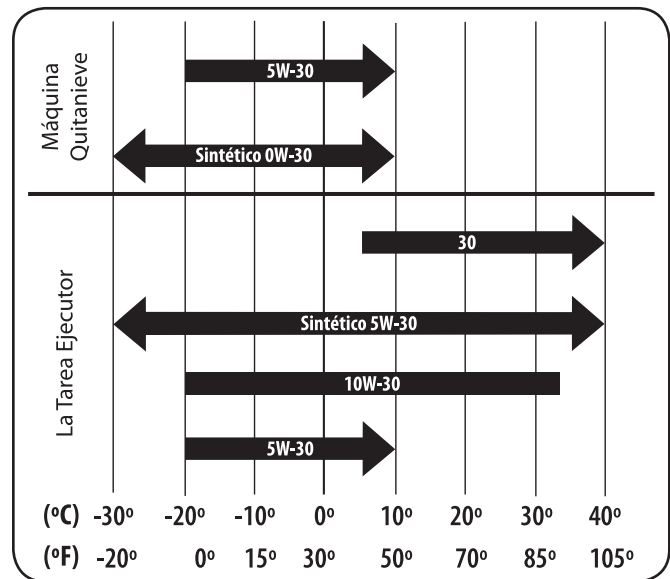

Figura 6-1
Consulte el cuadro de viscosidad de la Figura 6-1 para las recomendaciones relacionadas con el aceite. No llene excesivamente. Use un aceite para motor de cuatro tiempos, o un aceite detergente de calidad premium equivalente con certificado que cubra o exceda las exigencias de los fabricantes de automóviles americanos respecto de la clasificación de servicio SG y SF y SH y SJ. Los aceites para motor con la clasificación SG, SF, SH, SJ tienen esta designación en el envase.
12. Llene con el aceite recomendado, Figura 6-1.